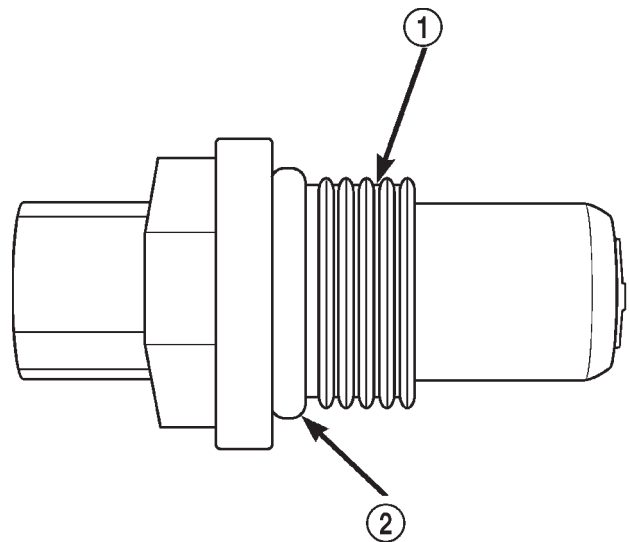

Fig. 293 Localización del anillo O
- (5) Revise el anillo O del sensor de velocidad (Fig. 293) y reemplácelo si es necesario.